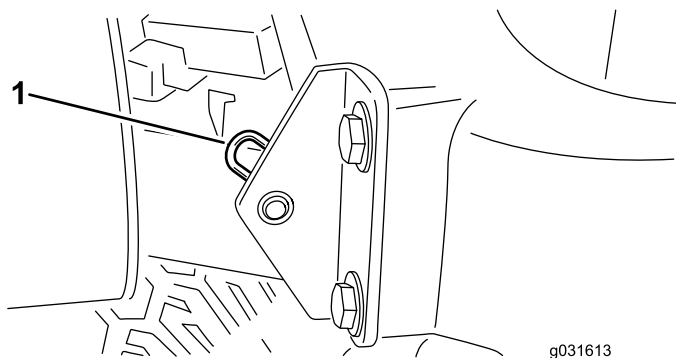

図 33
2. フードのピボット部をブラケットに固定しているヘアピンコッターを抜き取る 図 33。